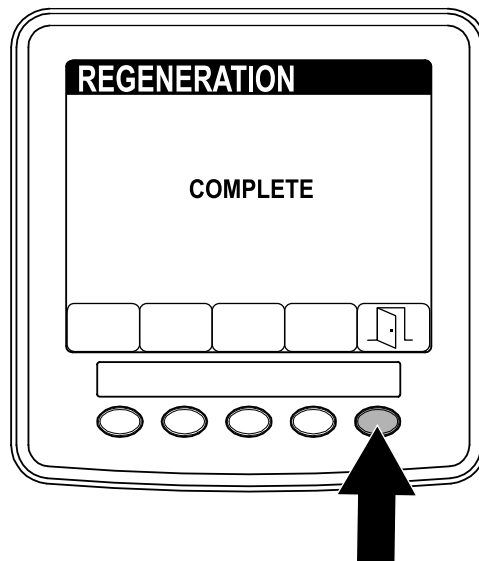

Bild 54
5. Wenn die Regenerierung abgeschlossen ist, wird der Bildschirm COMPLETE im InfoCenter angezeigt. Drücken Sie die Taste 5, um auf das Menü SERVICE zu wechseln (Bild 54).